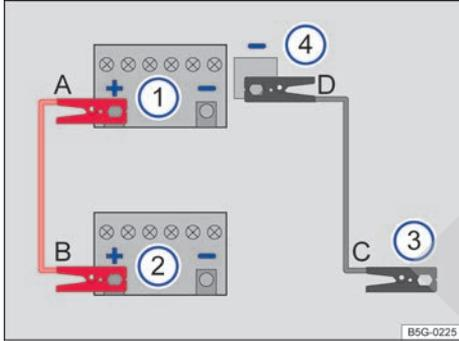

Fig. 187 Esquema para conectar los cables de arranque en el caso del vehículo que suministra la co- rriente.
Legenda de la fig. 187:
Los cables de arranque solo se deberán conectar siguiendo el orden **A - B - C - D** → fig. 187.
- Conecte un extremo del cable de arranque *rojo* al polo positivo (+) del vehículo con la batería descargada → fig. 187 ① → .
- Conecte el otro extremo del cable de arranque *rojo* al polo positivo (+) de la batería del vehí- culo que suministra la corriente → fig. 187 ②.
- Conecte un extremo del cable de arranque *ne- gro* → fig. 187 ③ preferentemente a una toma para la ayuda de arranque (terminal de masa); de lo contrario, a la argolla de remolque delan- tera previamente enroscada, al bloque motor o a una pieza de metal maciza atornillada fija- mente al bloque motor.
- Conecte el otro extremo del cable de arranque *negro* → fig. 187 ④ preferentemente a la to- ma para la ayuda de arranque (terminal de ma- sa) → pág. 243 del vehículo con la batería des- cargada; de lo contrario a la argolla de remol- que delantera → pág. 245 previamente enro- scada, al bloque motor o a una pieza de metal maciza que vaya atornillada fijamente al blo- que motor → .
- Desconecte los cables de arranque únicamente en el orden **D – C – B – A** → fig. 187 con los motores en marcha.